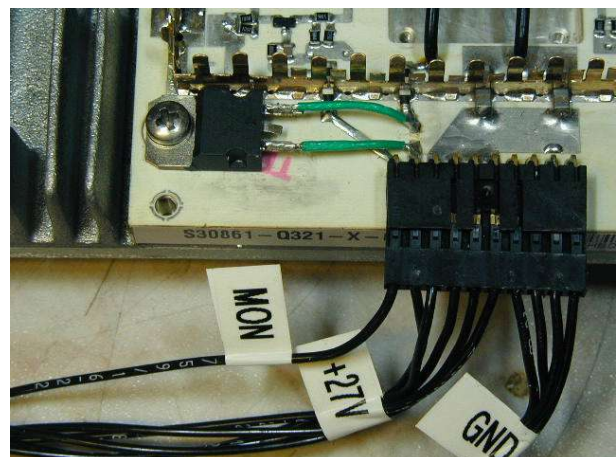

Bild 3 Einbau des Spannungsreglers
4. Spannungsregler L7805 oder L7808 einbauen. Leiterbahn unterbrechen und nach Bild 3 verdrahten.